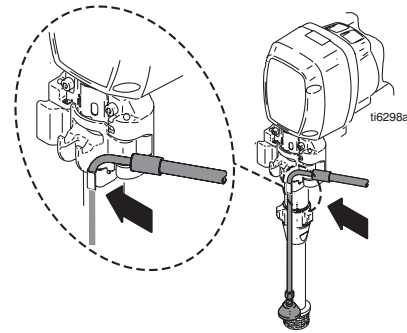

ABB. 28
7. ABB. 28. Spülschlauch am Spritzgerät anschließen.